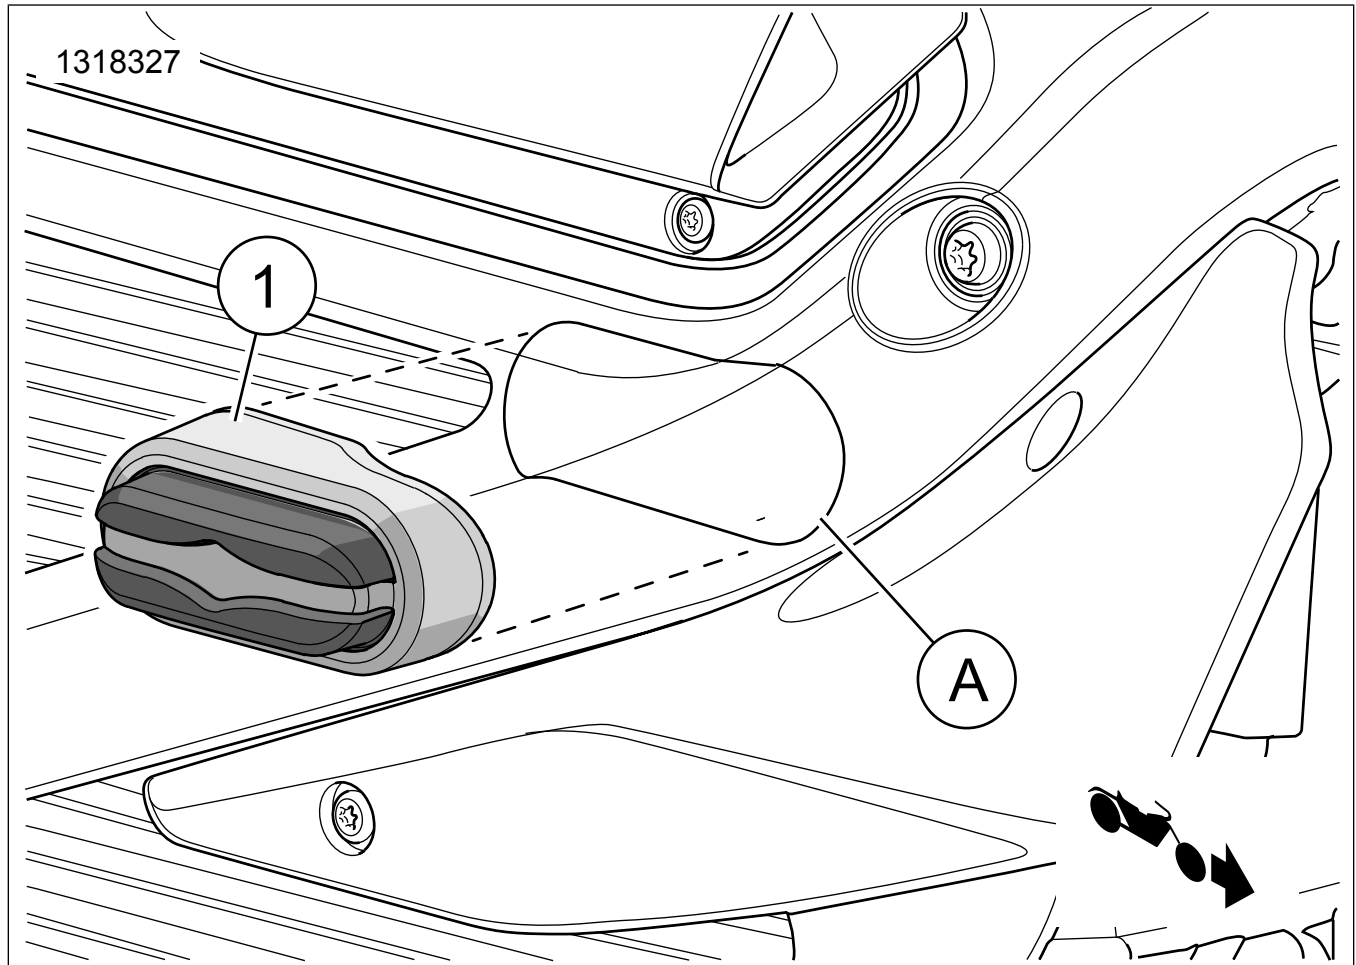

Figure 1. Contenu du kit : Composants du protège-cadre
3. Voir la Figure 1. Avec le crayon de contraste ou de la cire, tracer le contour (A) de la protection au complet sur le cadre.